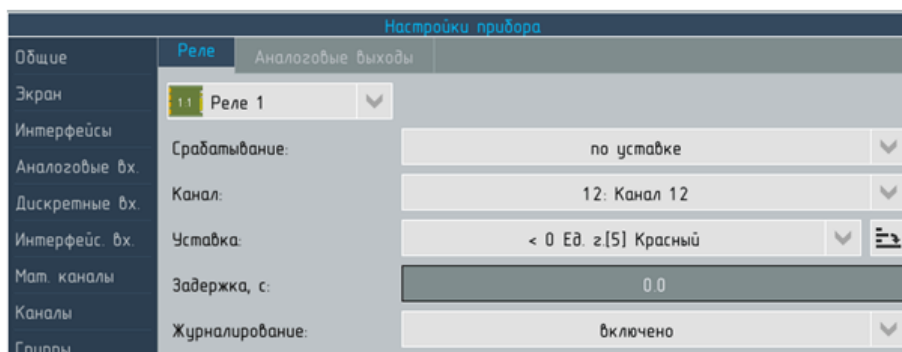

Рисунок 6.84 – Настройки прибора. Раздел "Выходы", вкладка "Реле", аргумент – событие
- ▶ "По событию" – реле срабатывает, если назначенное для него событие переходит в состояние «1» (см. рисунок 6.84).